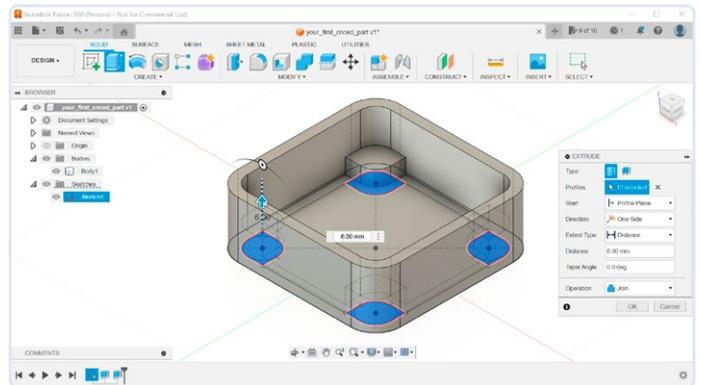

Bild 12. Extrudieren der vier Schraubdome.
12) An diesem Punkt können wir die Bearbeitung der Skizze abschließen, indem wir auf die Schaltfläche *Finish Sketch* klicken, und können die Stützen extrudieren. Wenn der Körper sichtbar ist, könnte es schwierig sein, die gewünschten Flächen in der Skizze auszuwählen. Eine einfachere Methode besteht darin, *Body1* vorübergehend im Browser auszublenden, das Werkzeug *Extrude* auszuwählen (Bild 12) und die Formen in der Skizze auszuwählen. Wie auch immer, bevor Sie extrudieren, müssen Sie *Body1* für die Stützen anzeigen, die mit diesem Körper verbunden werden sollen. Der Abstand sollte 6 mm betragen, und sorgen Sie im *Extrude*-Dialog dafür, dass *Operation* auf Verbinden (*Join*) eingestellt ist.